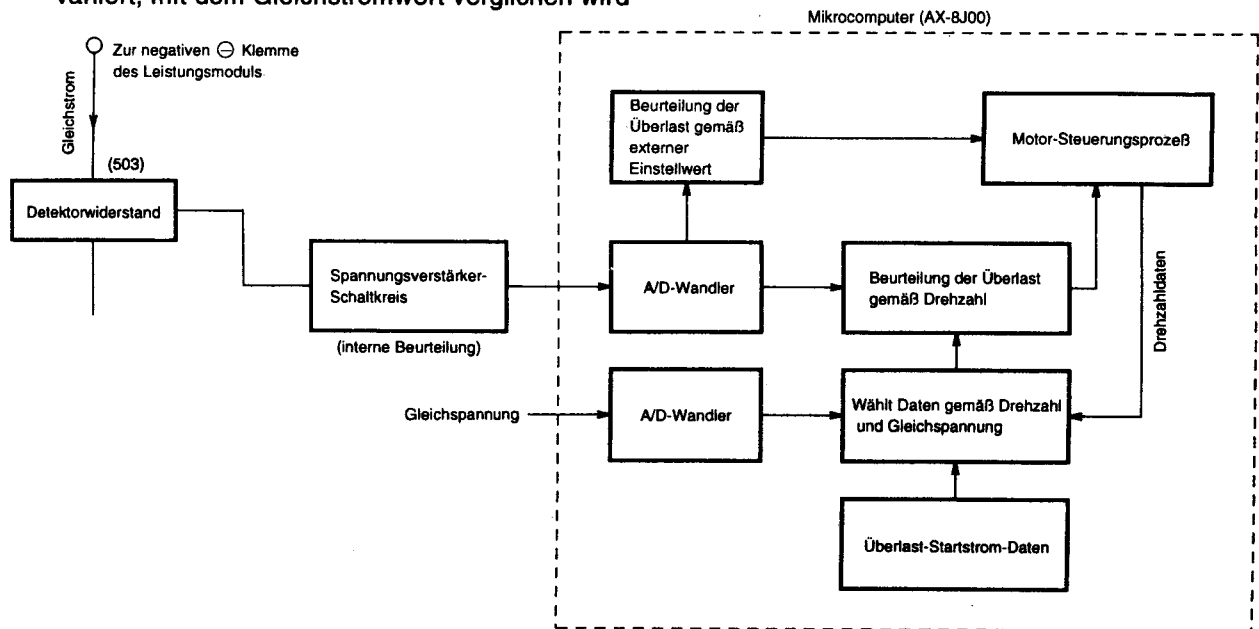
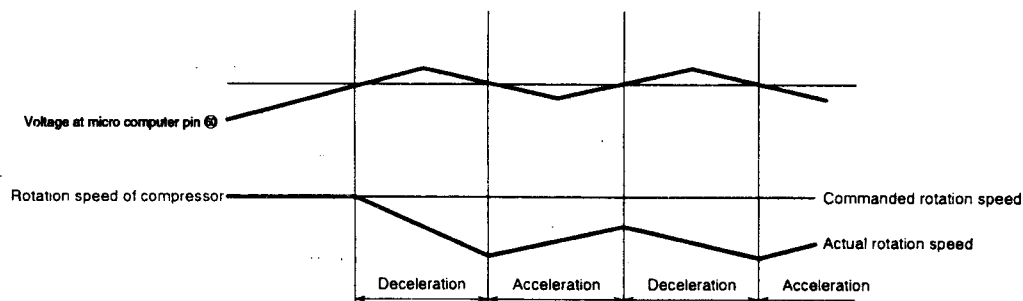

Abb. 8-4 Überlast-Steuersystem-Konfiguration
Fig. 8-7
① Overload external judgement circuit
- The filter consisting of R2 and C515 removes high harmonic components from the voltage generated by the current flowing to Detection resistor; R2 and C501A average the voltage. This voltage is then input to OP1 pin ⑤ and amplified and is supplied to micro computer pin ⑥⑩. The micro computer compares this input with the internally set value, and if the input exceeds the set value, it enters overload control status.
- Fig. 8-7 shows the rotation speed control. When the voltage at pin ⑥⑩ of the micro computer exceeds the set value, the micro computer decreases the rotation speed of the compressor and reduces the load regardless of the rotation speed commanded by the indoor micro computer.
(2) Überlast-Steuerkreis (OVL-Steuerkreis)
- Abb. 8-4 zeigt die Überlast-Steuersystem-Konfiguration und Abb. 8-5 ist ein Diagramm der Überlast-Beurteilungswerte. Es gibt zwei Beurteilungsmethoden - die externe Beurteilung, bei der ein externer Einstellwert mit dem Gleichstromwert verglichen wird (unabhängig von der Drehzahl), und die interne Beurteilung, bei der ein Einstellwert, der gemäß in der Mikrocomputer-Software programmierter Drehzahl variiert, mit dem Gleichstromwert verglichen wird
① Externer Überlast-Beurteilungsschaltkreis
- Das aus R2 und C515 bestehende Filter entfernt die höheren harmonischen Komponenten aus der Spannung, die durch den zum Detektorwiderstand fließenden Strom generiert wird; R2 und C501A bilden den Durchschnitt dieser Spannung. Diese Spannung wird danach an OP1 Stift ⑤ eingegeben, verstärkt und an den Stift ⑥ des Mikrocomputers geliefert. Der Mikrocomputer vergleicht diesen Eingang mit dem internen Einstellwert, und wenn der Eingang den Einstellwert übersteigt, schaltet er auf den Überlast-Steuerstatus.
- Abb. 8-7 zeigt die Drehzahlsteuerung. Wenn die Spannung an Stift ⑥ des Mikrocomputers den Einstellwert übersteigt, senkt der Mikrocomputer die Drehzahl des Kompressors ab und reduziert die Last, unabhängig von der vom Innengerät-Mikrocomputer befohlenen Drehzahl.